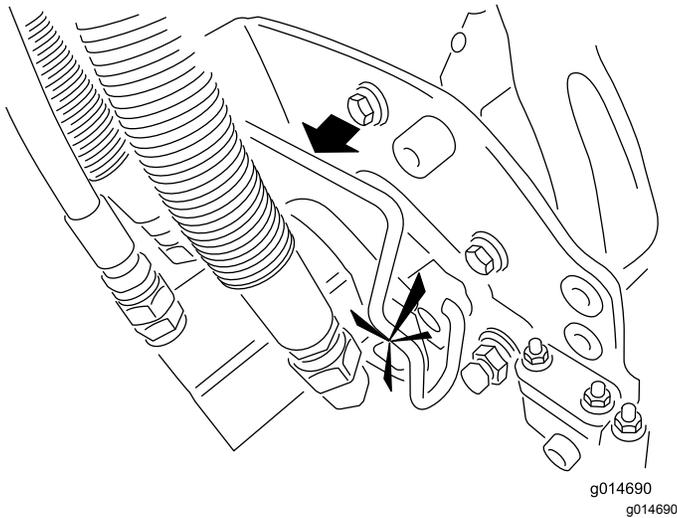

Figura 13
7. Spalmate del grasso pulito sull'albero scanalato del motore dell'apparato di taglio (Figura 13).
8. Inserite il motore nel lato sinistro dell'apparato di taglio (come mostrato dalla posizione dell'operatore) e tirate la barra di fissaggio del motore sull'apparato di taglio verso il motore stesso fino a udire chiaramente uno scatto da ambo i lati del motore (Figura 13).